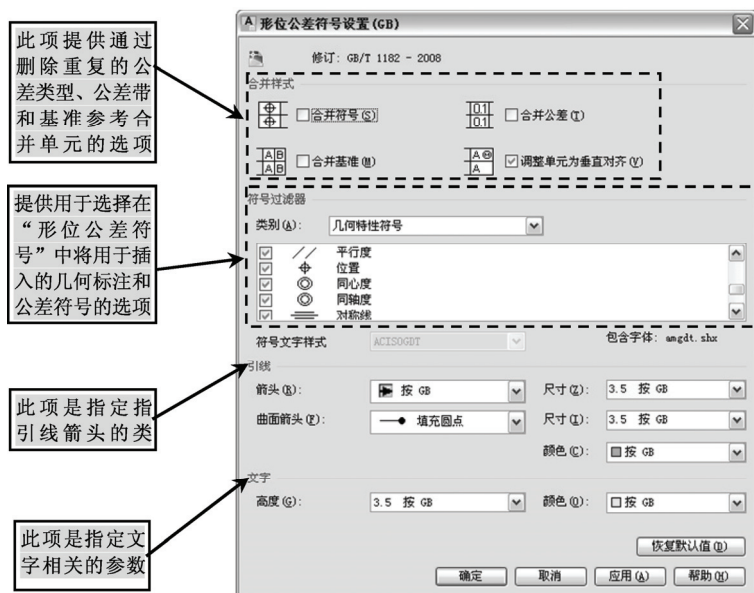

图 8-27 “形位公差符号设置”对话框
单击左下方的“设置”按钮，将弹出“形位公差符号设置 (GB)”对话框，用户可以为当前绘图标准的形位公差符号编辑默认设置，如图 8-27 所示。